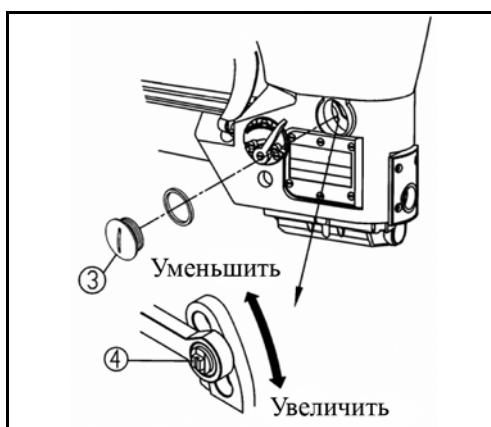

Рис. 18
- (2) Снимите винт уплотняющей пробки ③ (Рис. 18).
- (3) Для того, чтобы отрегулировать длину стежка, ослабьте винт ④.
- Для увеличения длины стежка переместите винт ④ вверх.
- Для уменьшения длины стежка переместите винт ④ вниз.
- (4) Крепко затяните винт ④ и установите винт уплотняющие пробки ③ в исходное положение.
- (5) Отрегулируйте положение предохранителя иглы (заднего) ② и крепко затяните винт ①.